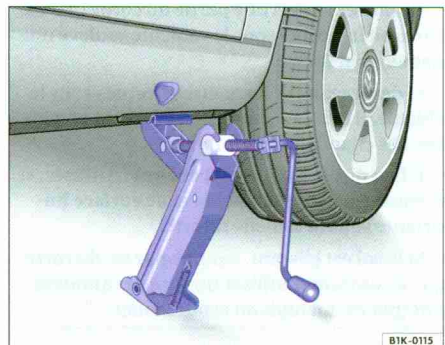

Fig. 194 Positionnement du cric à l'arrière, du côté gauche du véhicule.
8. Ajustez le cric et continuez de déployer en même temps la griffe du cric jusqu'à ce que la griffe entoure la nervure sous le véhicule ⇒ page 323, fig. 194.
- Positionnez le cric uniquement aux emplacements décrits. La griffe du cric doit entourer la nervure du bas de caisse ⇒ page 323, fig. 194.